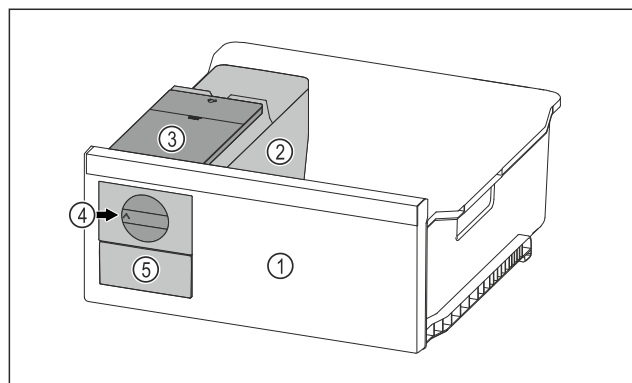

Fig. 120 Przykładowa prezentacja
- ▶ Pokrętko Fig. 120 (4) obrócić zgodnie z ruchem wskazówek zegara.
- ▷ Kostki lodu wypadają do pojemnika na kostki lodu w szufladzie na kostki lodu Fig. 120 (5).